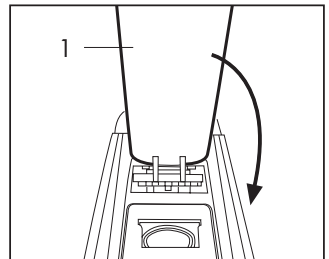

Abb. 10
- Schließen Sie den Hebel (1) vollständig (**Abb. 10**)